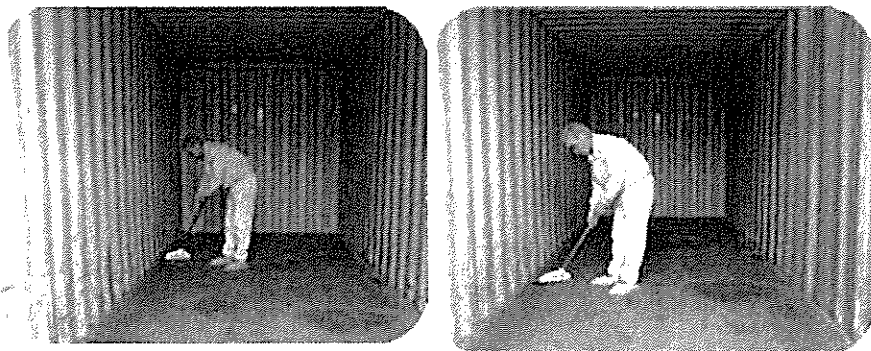

Рисунок 2 - Подготовка контейнера
1. Контейнер должен быть очищен от остатков ранее перевозимых грузов и реквизитов крепления. Пол контейнера тщательно подметается промышленной щеткой и осматривается на наличие возможных дефектов. После чего щетка очищается, пол подметается еще раз, обращая внимание на шляпки гвоздей и обломки метизов, которые при обнаружении аккуратно удаляются (рис. 2).